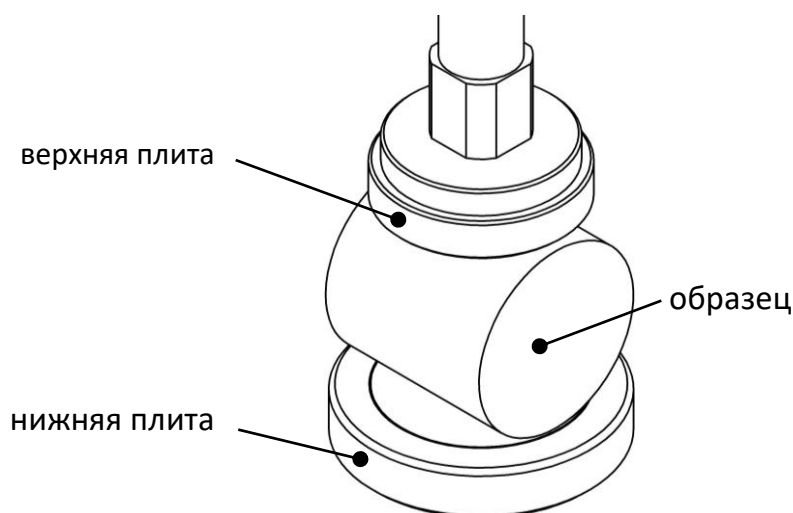

Рисунок 8 – Установка образца
4.5.2.3 Образец, подготовленный по требованиям метода испытания, установить в центр плиты (приведено изображение для испытания по ГОСТ12801) (рисунок 8).